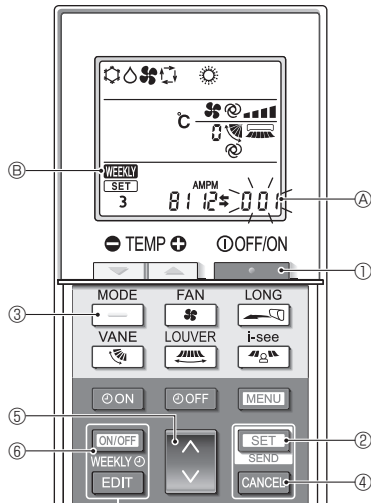

Fig. 6-7
- Appuyez sur la touche ②.
6.8.8. Désactivation du mode AUTO (Fig. 6-7)
- Appuyez sur la touche ① pour arrêter le climatiseur.
- Si la minuterie hebdomadaire est activée, appuyez sur la touche ⑥ pour la désactiver. (⑥ disparaît.)
- Appuyez sur la touche ② pendant 5 secondes.
- L'appareil passe en mode de réglage des fonctions. (Le numéro de réglage du modèle ① clignote.)
- Appuyez sur la touche ⑤.
- Achèvement des réglages (Fig. 6-7)